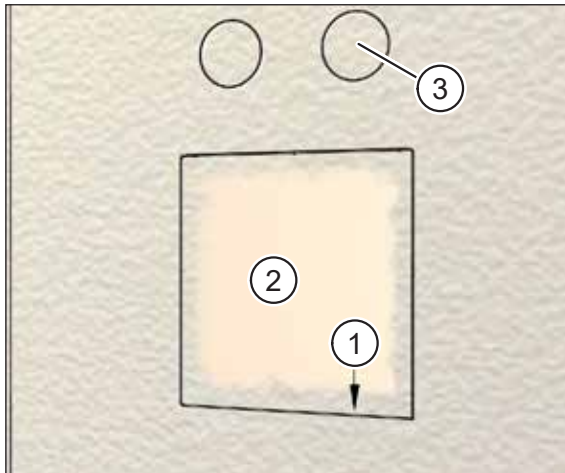

Abb. 66: Montageset innen verputzt
- ▶ Ritzen Sie mit einem Messer den Putz an der Innenseite des Putzrahmens (Pos. 1 in Abb. 66) ein.
- ▶ Entfernen Sie vorsichtig den Putzschutzdeckel (Pos. 2 in Abb. 66) und den darunter liegenden Schutzdeckel.
- ▶ Ritzen Sie mit einem Messer den Putz innerhalb der Zu- und Abluftöffnungen (Pos. 3 in Abb. 66) ein und entfernen Sie das Klebeband mit dem Putz.